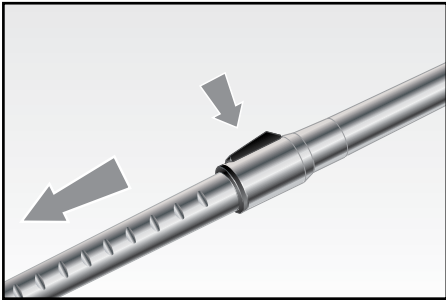

Fig. 4
Inserire il tubo prolunga sull'impugnatura e installare successivamente l'accessorio desiderato. Una volta inserito l'accessorio, è possibile estendere il tubo telescopico agendo sulla relativa leva a scatto (Fig. 4) fino alla lunghezza desiderata. Rilasciare la leva per fermarlo nella posizione desiderata.
- Spingere il dispositivo di scorrimento (O) in avanti ed estrarre la parte inferiore del tubo fino alla lunghezza desiderata (Fig. 4). Nel caso si voglia accorciare procedere in senso opposto.